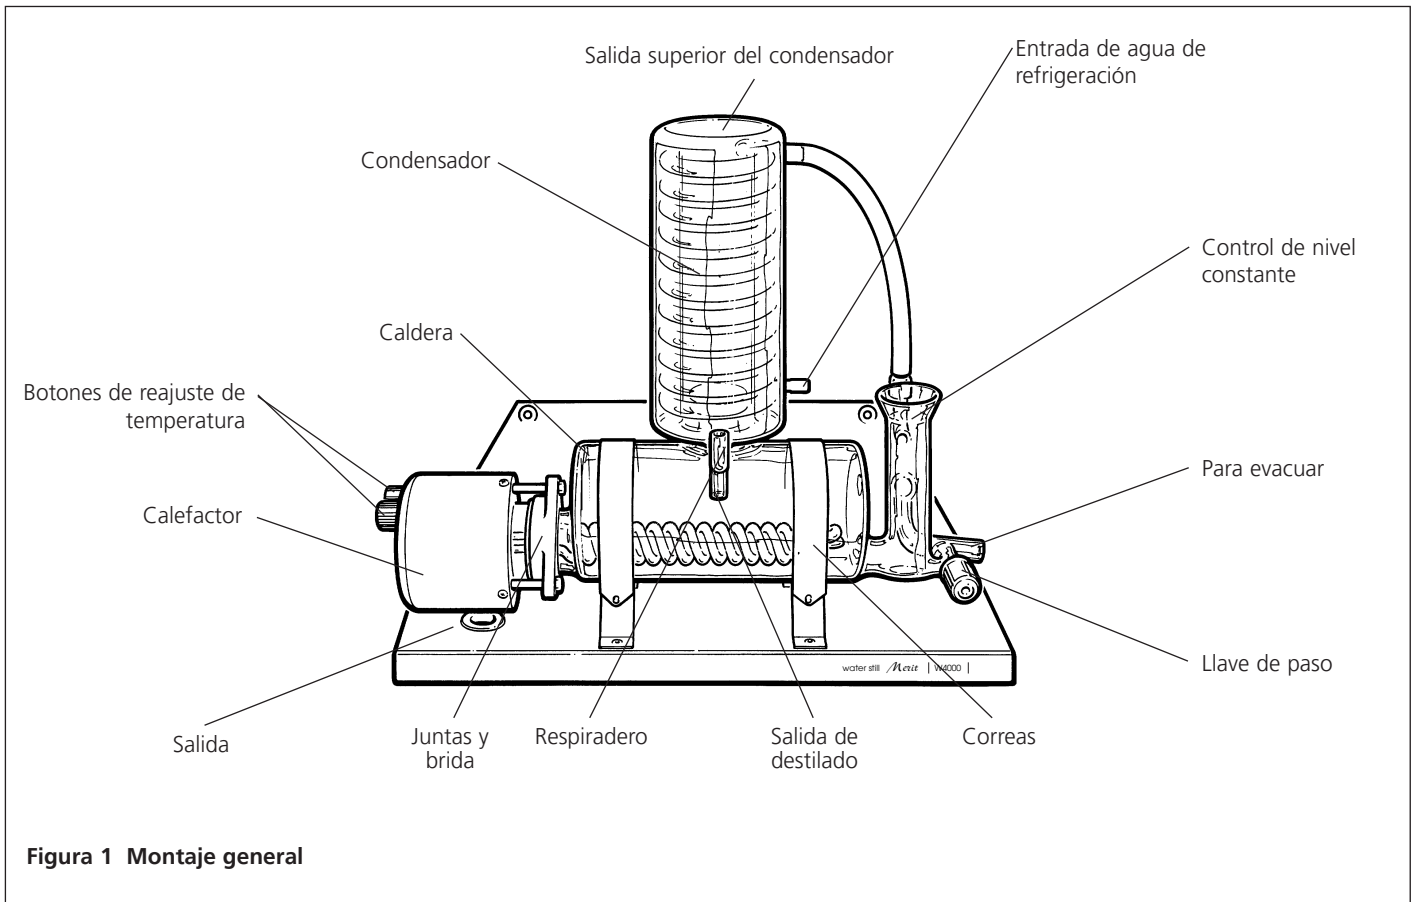

Figura 1 Montaje general
6. En el kit de tubos, coja el tubo de plástico de 225 mm de longitud y 8 mm de diámetro que tiene las uniones roscadas en los dos extremos. Según la Figura 1, rosque un extremo del tubo en la salida superior del condensador, y el otro extremo en la rosca de vidrio del control de nivel constante. Si el alambique está montado correctamente, el tubo debe llegar cómodamente, sin tensiones.